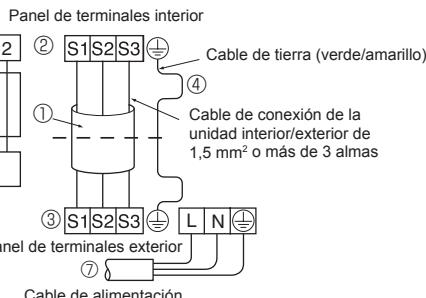

Fig. 7-2
- Realice el cableado como se muestra en el diagrama inferior izquierdo. (Los cables no vienen incluidos). (Fig. 7-2)